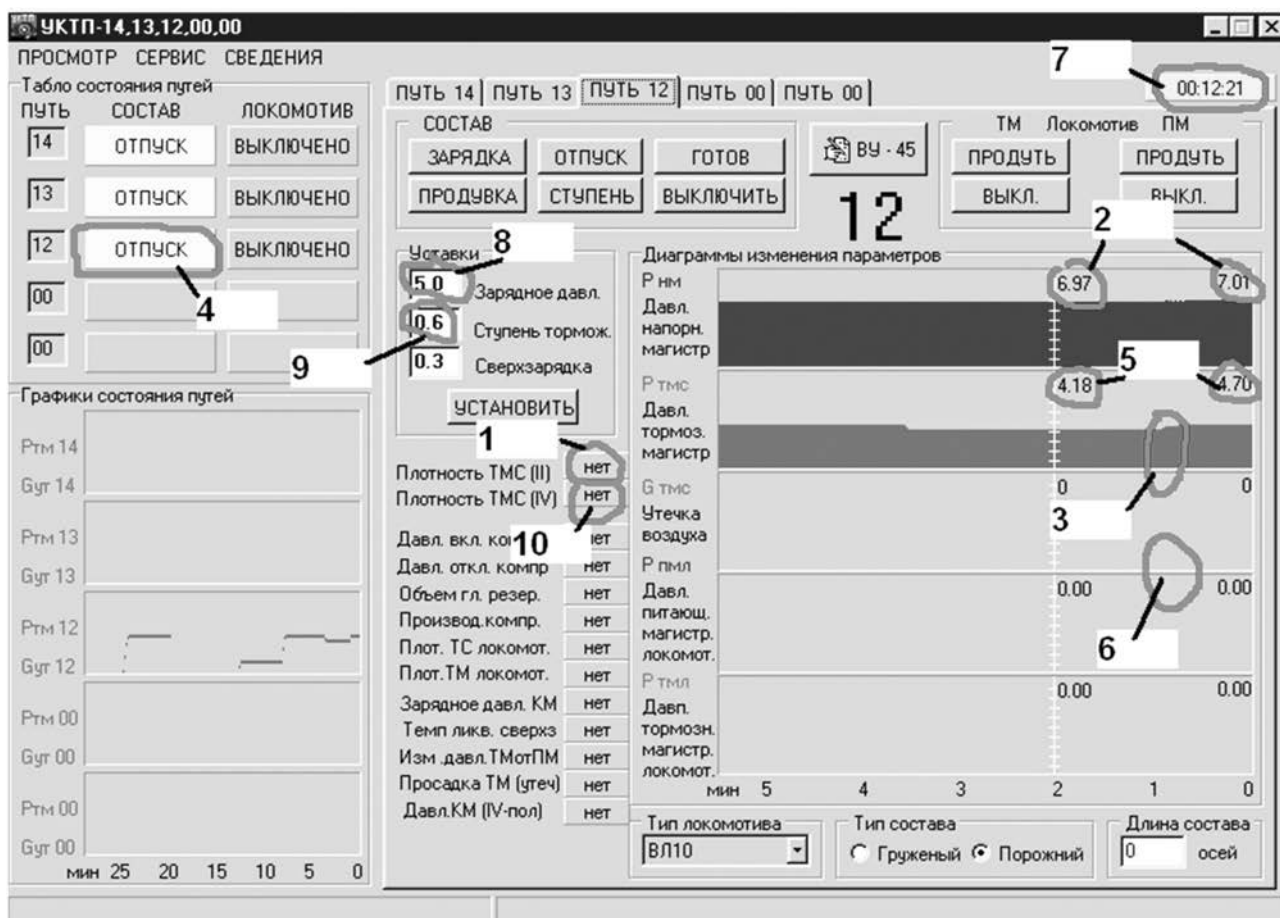

Рис. 13. Вид рабочего окна программы UKTP в режиме «ОТПУСК» после «СТУПЕНИ»
- при установке в окне СОСТАВ режима «ОТПУСК» на табло состояния путей (верхний левый угол, рис. 13) загорается надпись «ОТПУСК» (рис. 13, поз. 4);
- появляется увеличение давления на диаграмме давления тормозной магистрали $P_{\text{тмс}}$ (рис. 13, поз. 3) от тормозного давления 4,3–4,5 кгс/см² до зарядного давления 4,9–5,1 кгс/см² на величину ступени 0,6 кгс/см² (рис. 13, поз. 5, 8, 9). Отсутствие увеличения давления до зарядного давления на величину ступени торможения (рис. 13, поз. 9) на диаграмме $P_{\text{тмс}}$ является признаком неисправности установки. Также неисправностью считается достижение величины давления менее допустимого предела 4,9–5,1 кгс/см², на рисунке 13 показан такой пример, показание зарядного давления на диаграмме $P_{\text{тмс}}$ составляет 4,7 кгс/см², что свидетельствует о сбое в работе установки УКТП;
- давление напорной магистрали $P_{нм}$ (рис. 13, поз. 2) должно быть в пределах 6,5–9,0 кгс/см²;
- плотность ТМС (II) для установки УКТП — должна быть надпись «Нет» (рис. 13, поз. 1), так как состав не подключен к БПК, наличие любого другого значения свидетельствует о возможной неполадке датчика учета плотности или сбое в программе установки (рис. 13);
- плотность ТМС (IV) для установки УКТП — должна быть надпись «Нет» (рис. 13, поз. 9), так как состав не подключен к БПК, наличие любого другого значения свидетельствует о возможной неполадке датчика учета плотности или сбое в программе установки (рис. 13);
- при повышении давления на диаграмме давления тормозной магистрали $P_{тмс}$ (рис. 13, поз. 3) скачка утечки на диаграмме утечки воздуха $G_{тмс}$ не должно быть (рис. 13, поз. 6), ее наличие является неисправностью (рис. 13).